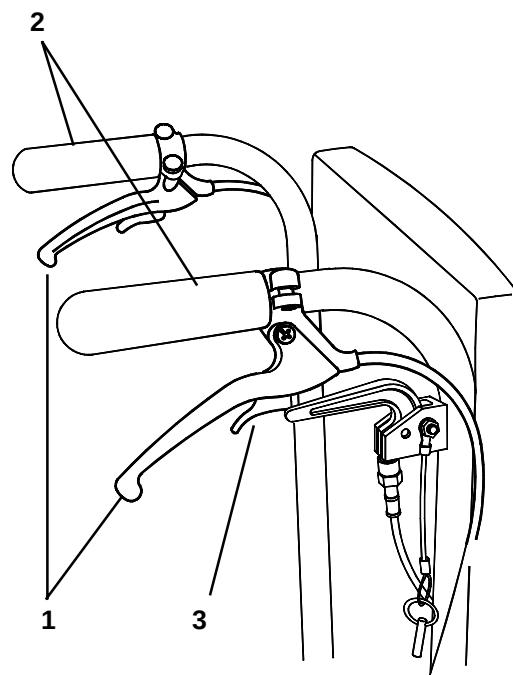

Fig. 25
Les freins à tambours sont illustrés au Fig. 25 et fonctionnent sur les roues arrière de façon similaire à celui de freins de bicyclette. Pour actionner les freins, appuyez doucement sur les deux leviers (1) en direction des poignées (2) du guidon. Pour verrouiller les roues, appuyez sur les leviers jusqu'à ce que les petits leviers de relâche (3) se mettent en position de verrouillage. Pour déverrouiller les roues, appuyez sur les leviers de freins (1) ainsi que sur les leviers de relâche (2) en direction des poignées et tout en gardant les leviers de relâche dans leur position, relâchez les leviers de freins.